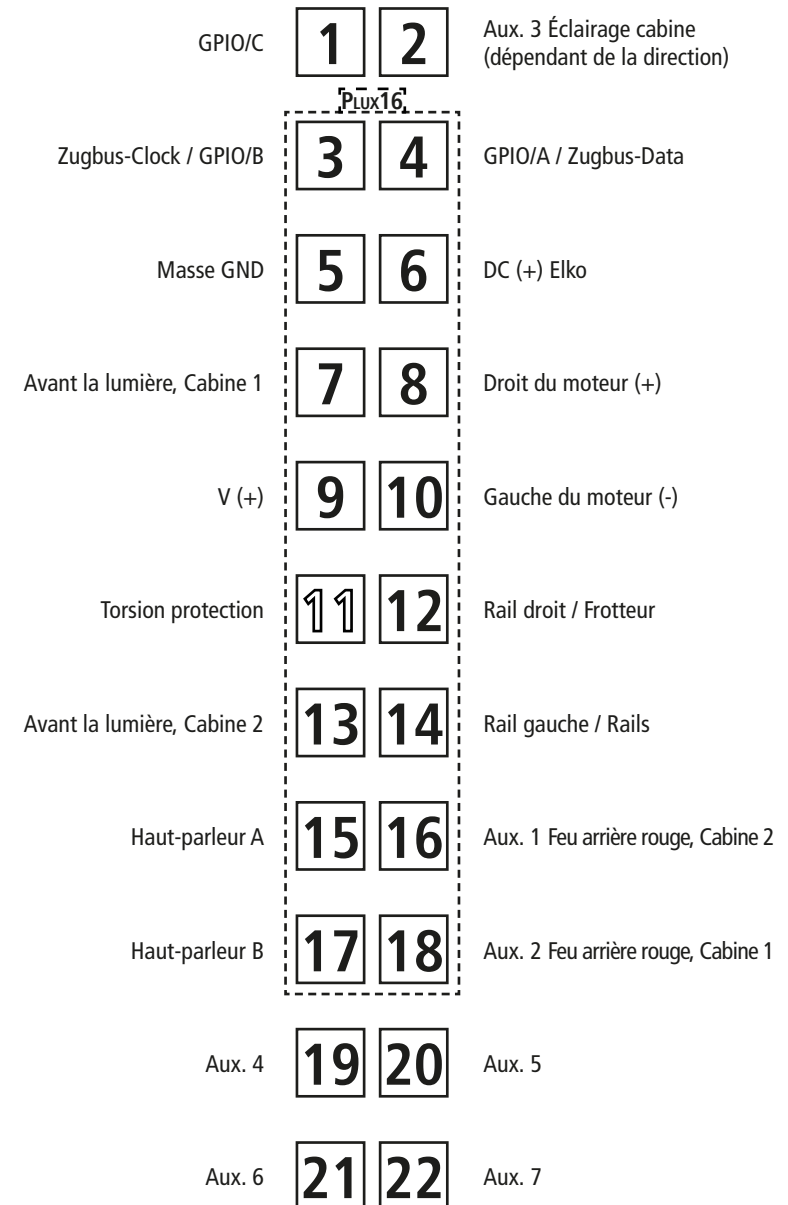

Fig. 6
1. Nettoyage des lames de courant aux roues: Les lames de contacts risquent de s'encrasser rapidement sur des voies poussiéreuses. Veuillez **enlever la poussière** aux endroits marqués à la fig. 6 à l'aide d'un petit pinceau souple.
3. Échange des bandages d'adhérence: Démontez d'abord **le couvercle du carter des engrenages** des en-grenages (fig. 5). Délogez ensuite les essieux ban-dagées et enlevez, à l'aide d'une aiguille ou d'un tourne-vis fin, les bandages d'adhérence (fig. 6+7). Lors du montage des nouveaux bandages veuillez veiller à ce que les bandages **ne soient pas tor-dues**.